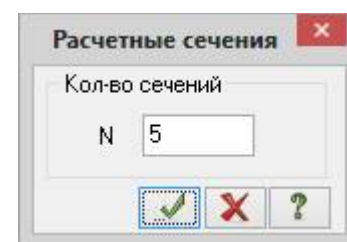

Рис.19.16. Диалоговое окно Расчетные сечения
- В появившемся диалоговом окне **Расчетные сечения** (рис.19.16) задайте количество расчетных сечений **N = 5**.